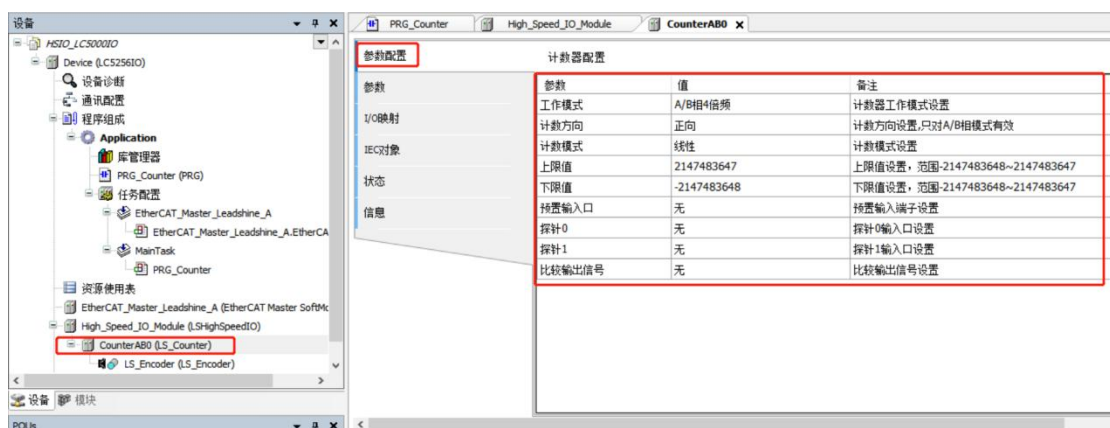

图 10.36 编码器参数
3) 配置编码器参数，包括编码器工作模式、计数方向、计数模式、计数上下限值。本例配置 CounterAB0 为 A/B 相 4 倍频工作模式、正向计数，线性模式、上下限使用默认值。如图 10.36 所示